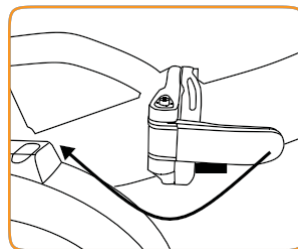
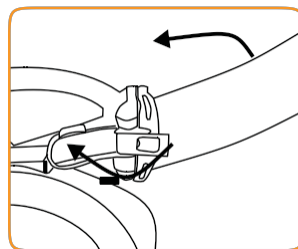

Fig. 5.1
Fig. 5.2
3. Déverrouillez l'attache du tube de cadre (fig. 5.1, fig 5.2) et pliez le cadre en deux.